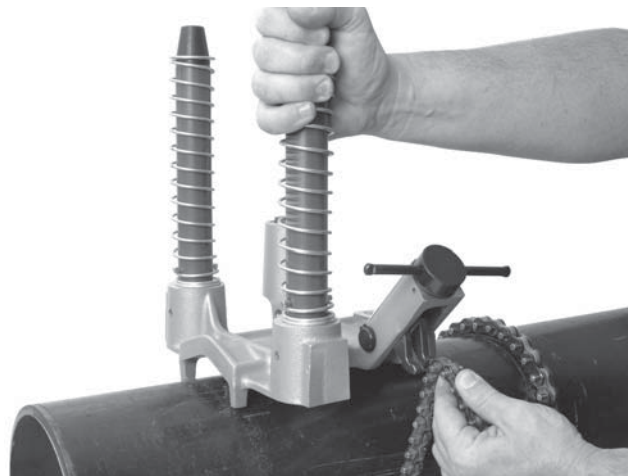

Figura 8 – Enganche de la cadena de la HC-300
4. Mantenga en todo momento por lo menos una de sus manos sobre la Perforadora, con el fin de estabilizar y guiarla. Tome el extremo de la cadena y cíñala alrededor del tubo. A medida que usted jala la cadena, se comprime un resorte en el extremo donde se engancha la cadena. Enganche el pasador de cadena más cercano en el gancho para la cadena: la tensión del resorte ayudará a mantener la cadena enganchada en su gancho. Apriete el mango giratorio firmemente para sujetar la Perforadora al tubo (vea la Figura 8).